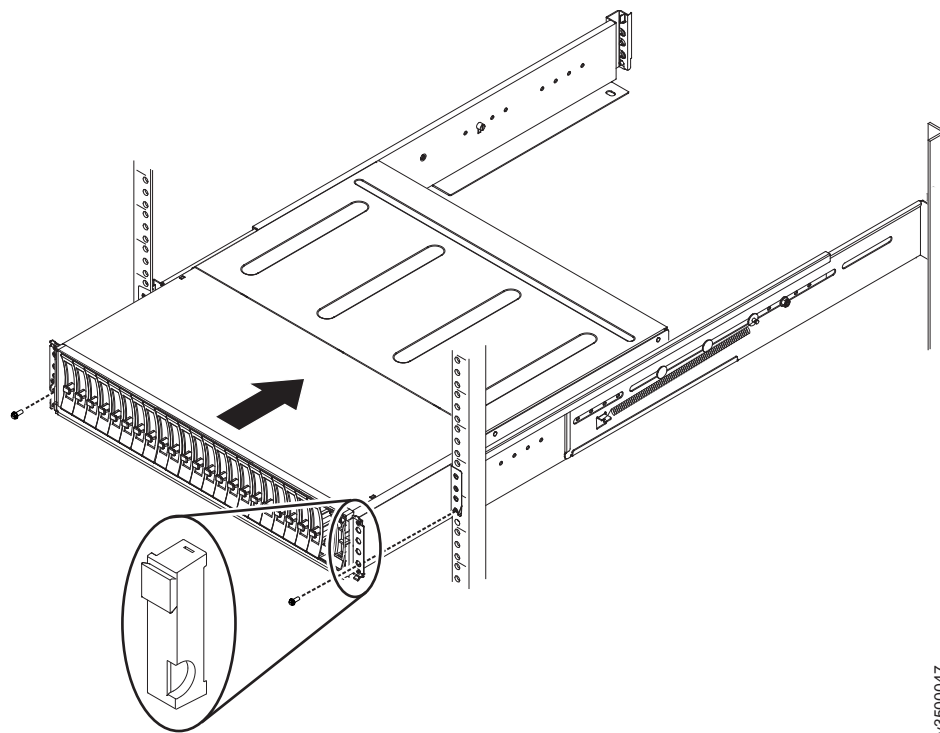

Рисунок 41. Вставка корпуса в стойку
3. Осторожно задвиньте корпус в стойку по направляющим, пока он не будет вставлен в нее полностью (см. рис. 41 на стр. 37).
5. Вставьте левые и правые заглушки обратно. Обратитесь к разделу рис. 41. На левой заглушке находятся окошки индикаторов, которые расположены на уровне со светодиодами состояния на ребре корпуса.